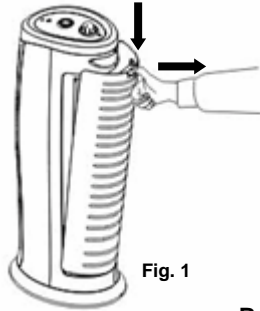

Fig. 1
1. Empuje hacia abajo la traba de la rejilla de entrada de aire y quítela de la unidad. (Fig. 1)